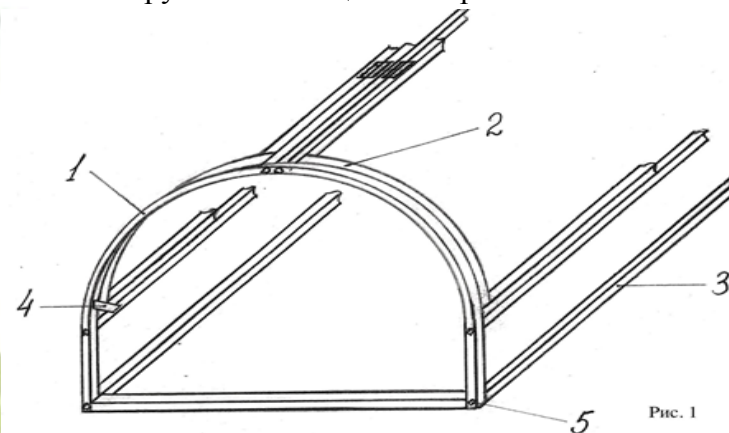

Рис. 1
1. Соединить торцы 1 (рис.1) с помощью 4-х перемычек 3 (рис.1) болтами 5 (рис.1), установив перемычки в нижней части торцов.
2. Закрепить с помощью саморезов фиксирующие пластины 4 (рис.1), как показано на рис.1.
6. Установить крышки, закрепив их с помощью болтов 5 (рис.1)